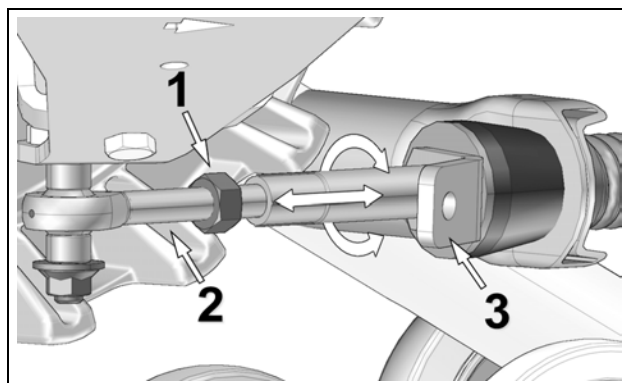

Figure 6
- Desserrer le contre-écrou (1) de l'embout à rotule. Ajuster la longueur de l'embout (2) en tournant le support de limiteur de conduite (3) au bras stabilisateur à l'aide d'une clé jusqu'à l'obtention de l'ajustement de **270 mm** entre la barre plate et le sol. Figure 6.